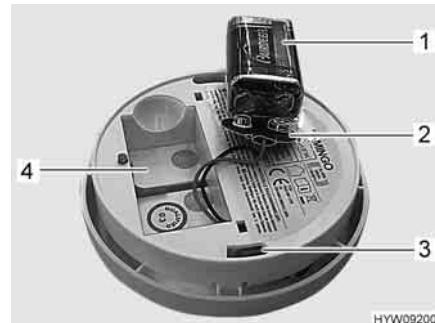

Fig. 190 Batteria del rivelatore di fumo
- Estrarre la batteria e scollarla dal suo fermaglio (Fig. 190,2).
- Collegare la batteria nuova (Fig. 190,1) al suo fermaglio (Fig. 190,2), assicurandosi che i poli della batteria si innestino nel fermaglio.
- Inserire la batteria nel suo scomparto (Fig. 190,4).
- Posizionare il rivelatore di fumo (Fig. 191,1) sul supporto (Fig. 191,3). I naselli di ritegno (Fig. 191,2) devono innestarsi nelle aperture (Fig. 190,3) del rivelatore di fumo.